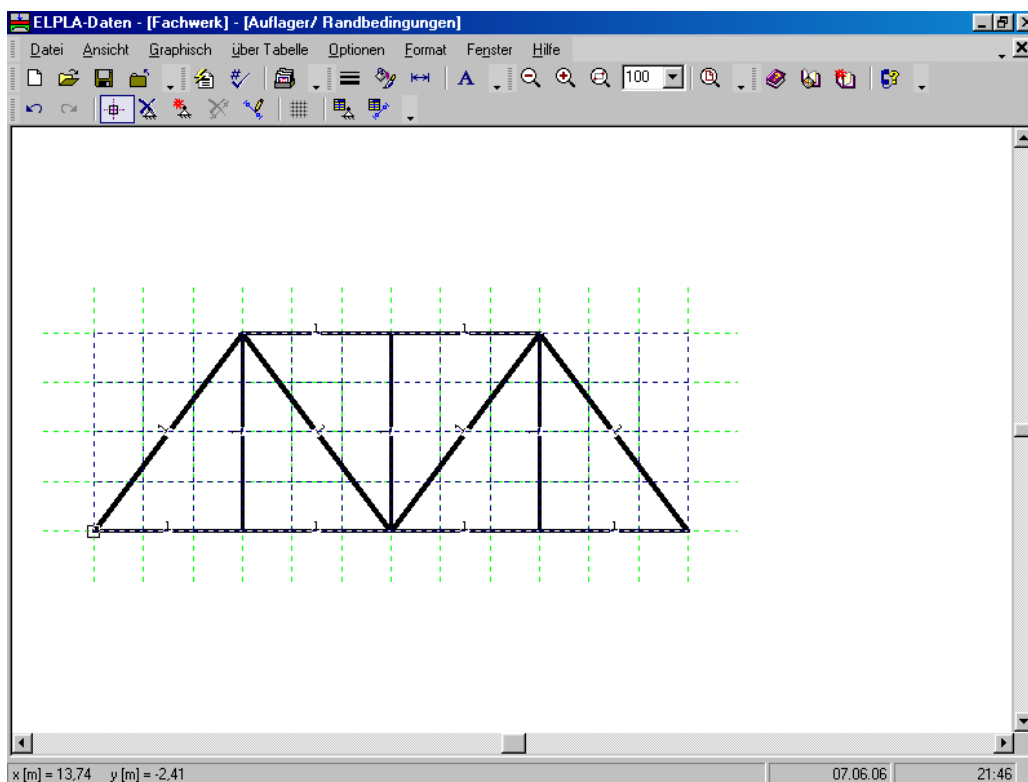

Bild 6-21 Markierung der Knoten mit Auflagern (kleine Rechtecke an den Ecken)
- Klicken Sie die linke Maustaste auf den gewünschten Knoten mit Auflager, wie im Bild 6-21 gezeigt
- Nach der Auswahl von Knoten der Auflager wählen Sie "Auflager einfügen" aus dem Menü "Graphisch" im Bild 6-21